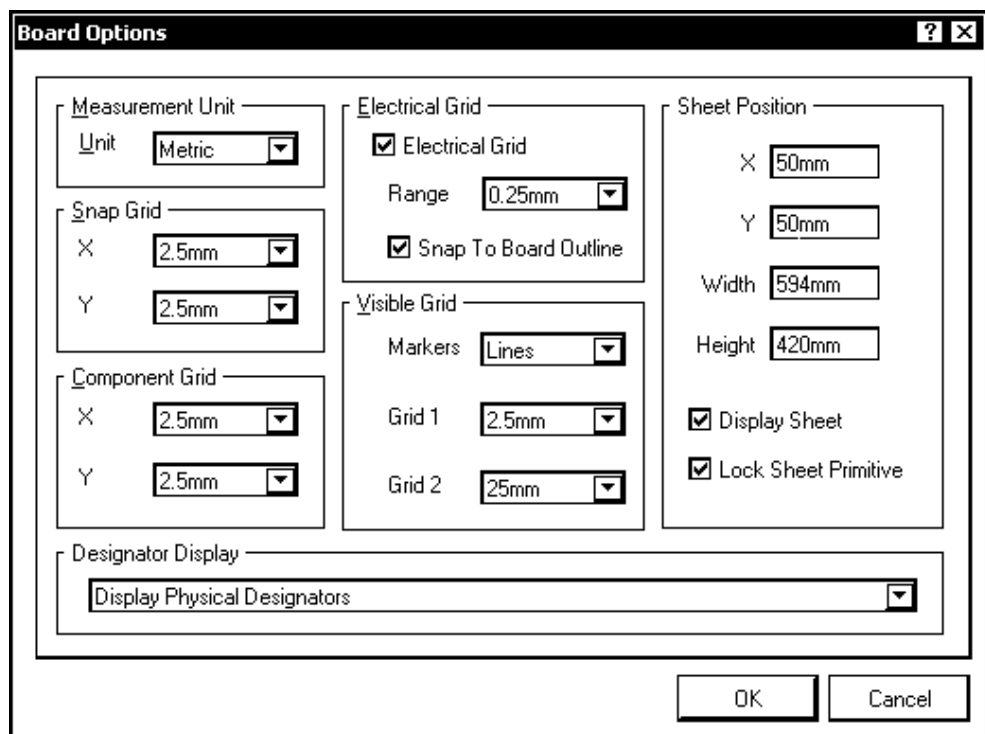

Рис. 3.5. Окно настройки конфигурации графического редактора печатной платы
2. Выполнить команду главного меню **Design | Board Options** или щелчком правой кнопки мыши в поле графического листа вызвать контекстное меню и указать в нем последовательность команд **Options | Board Options**. Откроется диалоговое окно управления свойствами листа **Board Options** (рис. 3.5).
При разработке проекта для размещения компонентов и других объектов на поле печатной платы назначаются сетки. Управление формированием сеток выполняется по команде главного меню **Design | Board Options** ("горячие" клавиши <D> и <O>) либо из контекстного меню, вызываемого щелчком правой кнопки мыши в поле открытого листа проекта, командами **Options | Board Options, Sheet** или **Grids**. Во всех случаях открывается диалоговое окно **Board Options** (рис. 3.5).